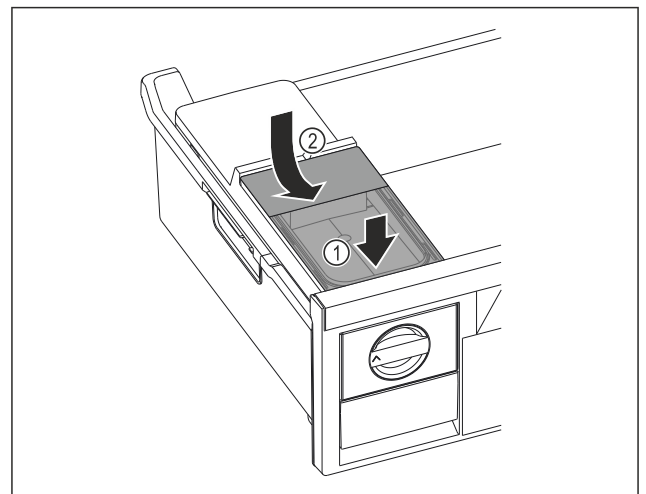

Fig. 108
- Wassertank vorne ansetzen. Fig. 108 (1)
- Wassertank hinten absenken. Fig. 108 (2)